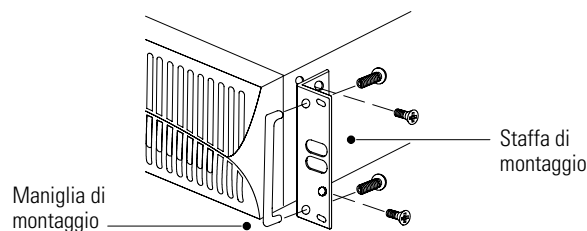

Figura 4. Installazione delle staffe di montaggio
2. Collegare le maniglie di montaggio fornite alle staffe di montaggio e fissarle con le viti fornite (vedere Figura 4).
3. Allineare le staffe di montaggio ai fori delle viti della UPS ed applicare le viti fornite (vedere Figura 4).